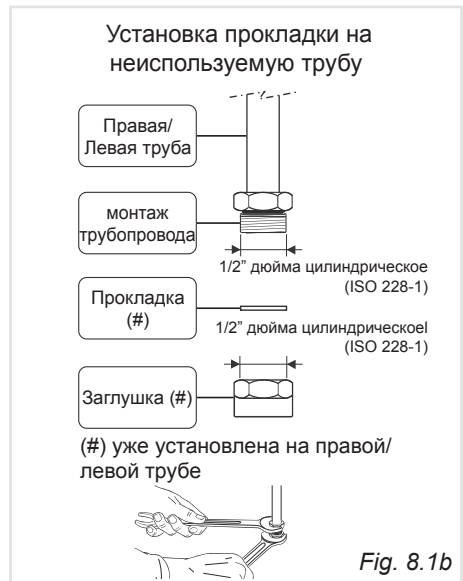

Fig. 8.1b
- Неиспользуемая труба должна быть закрыта прокладкой и крышкой (рис. 8.1b).